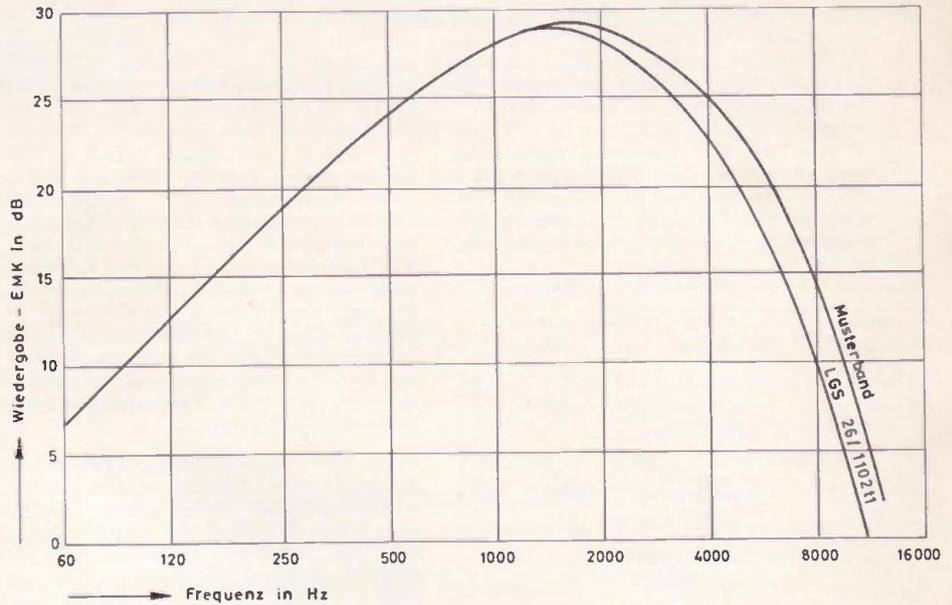

Bild 4 Kopfkurven mit LGS 26/110211 und mit neuem Bondmuster für 1-kHz-Arbeitspunkt, 4,76 cm/sek. Bondgeschwindigkeit und 5% linear entzerrten Klirrfaktor
Auch die Dynamik scheidet heute aus der Diskussion bereits mehr oder weniger aus. Gewiß wächst der Ruhegeräuschspannungsabstand theoretisch und unter sonst gleichen Umständen (sofern diese überhaupt praktisch realisiert werden können!) mit der Wurzel aus der Spurbreite; nachdem aber gute Viertelspurgeräte heute auch in der Serienproduktion die 50-dB-Marke bei 4,76 cm/sek. mit Sicherheit einhalten, braucht man sich um Qualität nicht mehr ernsthaft zu streiten, zumal es nach unseren Untersuchungen nur sehr wenige modern instrumentierte Musikstücke gibt, bei denen die betrieblich ausnutzbare Dynamik um etwa 3 dB verschlechtert werden muß (5), und zumal Anzeichen für eine weitere Verbesserung der Bänder vorhanden sind (vergl. Bild 4).